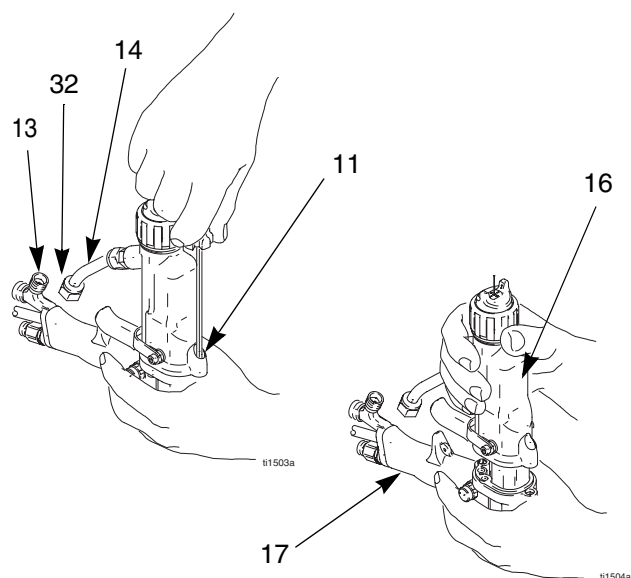

Fig. 15. Dépose du canon
4. Maintenir la poignée du pistolet (17) d'une main et tirer sur le canon (16) tout droit pour l'extraire de la poignée. Voir la Fig. 15.